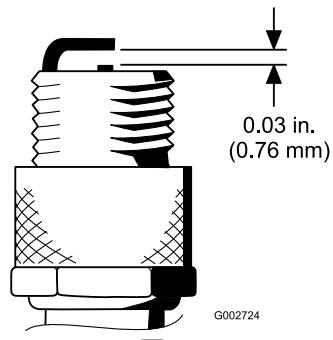

図 28
4. エア・ギャップを 0.76 mm に調整する(図 28)。ガスケット・シールと共に点火プラグをエンジンに取りつけ、200 in-lb. (23 N.m = 2.3 kg.m) にトルク締めする。トルクレンチがない場合は十分に締め付ける。